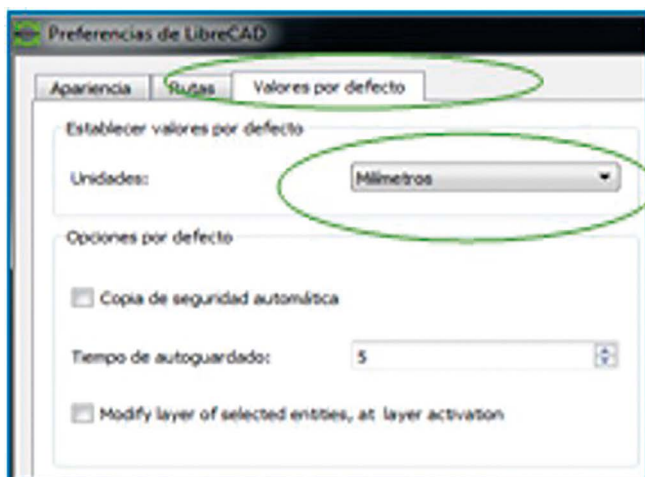

Fig. 9.15 Establecer valores por defecto
2. Haz clic en la opción 'Establecer valores por defecto' para mostrar los diferentes tipos de unidades de longitud disponibles. Confirmamos en la opción 'Milímetros' (fig. 9.15).